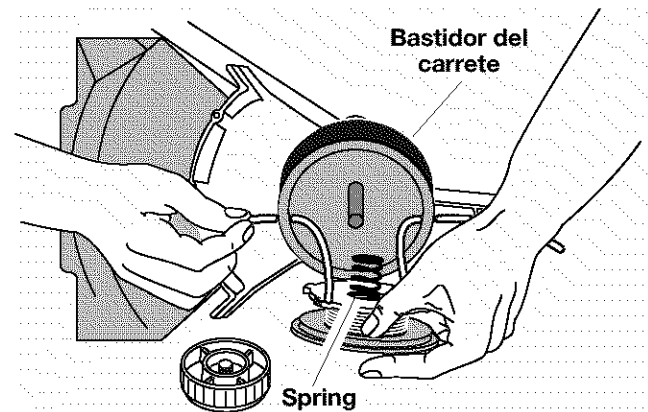

Fig. 34
1. Inserte un extremo de línea a través de cada uno de los ojalillos del bastidor del carrete, e inserte el carrete y el resorte nuevamente en el bastidor del carrete (Fig. 34).
6. Inserte los extremos de la línea a través de los ojalillos del bastidor del carrete (Fig. 34).